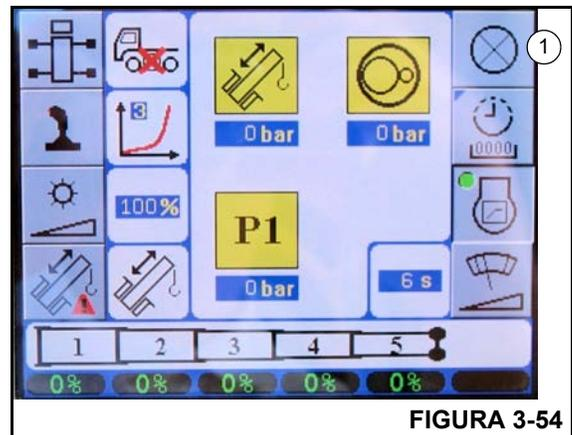

FIGURA 3-54
2. Presione el botón F5 (1, Figura 3-54).